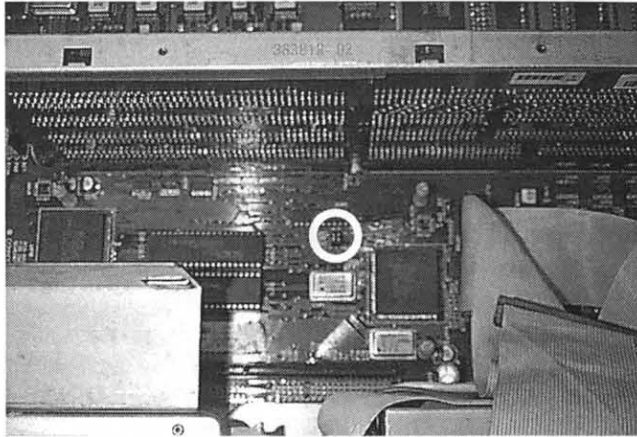

Abbildung 3.
7. Vor Einbau der Trägerplatine müssen die zwei Clock-Jumper, die auf dem Mainboard unter der CPU-Platine mit „INT“ oder „I“ und „EXT“ oder „E“ beschriftet sind (siehe Abbildung 3), auf die richtige Position gesetzt werden. Für den Betrieb der CYBERSTORM PPC müssen diese auf die Position „EXT“ gesetzt werden. Je nachdem, ob Sie das CYBERSTORM PPC in einem AMIGA 4000/030 oder AMIGA 4000/040 einbauen, sind diese Jumper auf die Position „EXT“ oder auf die Position „INT“ gesetzt. Bitte beachten Sie, daß ein Betrieb der CYBERSTORM PPC in der falschen Position nicht möglich ist, und der Rechner bei einer solchen falschen Position nicht mehr bootet.